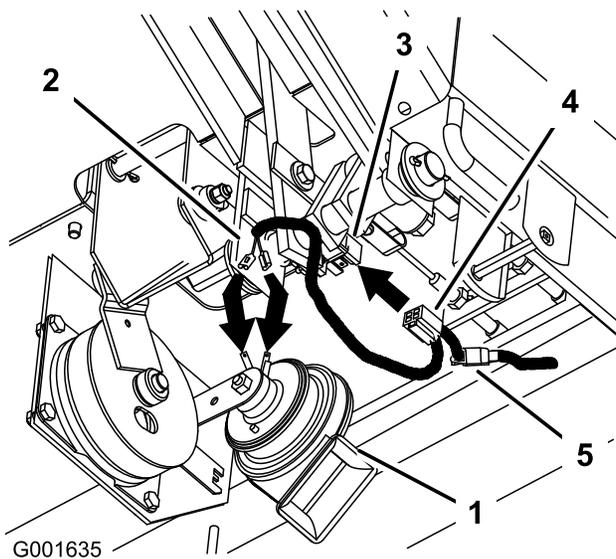

Figure 19
1. Sous le plancher, connectez deux bornes embrochables à l'avertisseur sonore (Figure 19).
2. Branchez le connecteur du contacteur de frein au nouveau contacteur (Figure 19).
3. Connectez le nouveau faisceau à l'ancien connecteur de contacteur de frein (Figure 19).